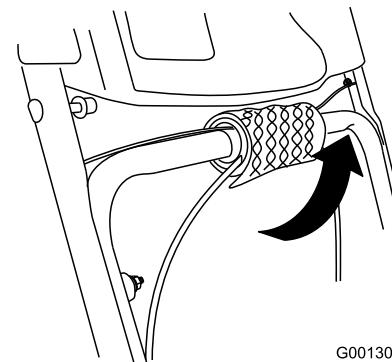

Bild 6
1. Entfernen Sie die Blisterfolie von den Kabeln am unteren Holm ab, und werfen sie weg (Bild 6).